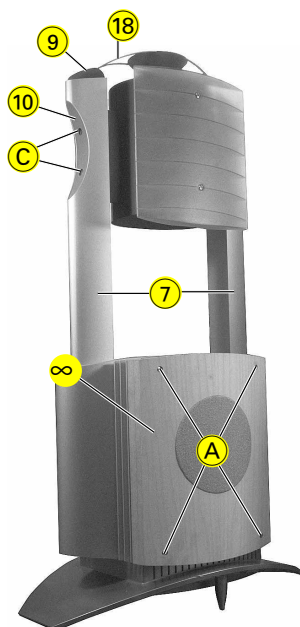

Fig. 1
- Je 4 Schrauben (A) (Fig. 1) heraus-schrauben und die beiden Holzblenden ∞ abnehmen. Die Lautsprechereinheit herausziehen und bei Bedarf die Steckverbindungen auftrennen.
2. Mitten- / Hochtonlautsprecher (15)
- Je 2 Schrauben (C) heraus-schrauben und die beiden Seitenteil-Abdeckungen (10) mit Kappen (9) und Bügel (18) nach oben aus den Seitenteilen (7) ziehen (Fig. 1).
- Lautsprecher-Abdeckung (16) vorsichtig abnehmen.
- Undo 4 screws (A) (Fig. 1) each and remove the 2 wooden masks ∞. Pull out the speaker unit and disconnect the connectors if necessary.
2. Midtone Speaker / Tweeter (15)
- Undo 2 screws (C) each and pull off both side part covers (10) together with caps (9) and bracket (18) out of the side parts (7).
- Carefully remove the speaker cover (16) (Fig. 1).